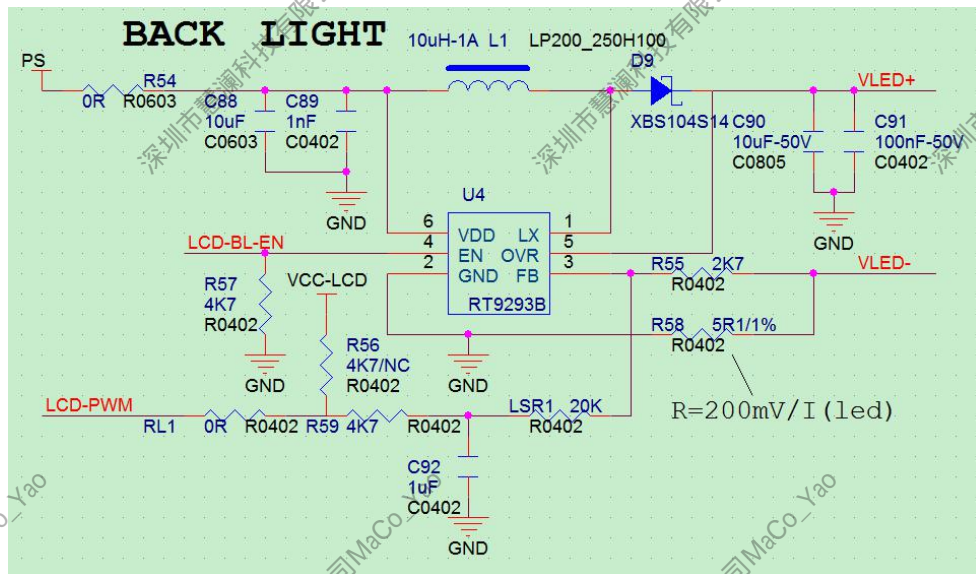

图 2-54 LCD 背光电路设计
- 需在原理图中标注清楚 LVDS、MIPI-DSI 信号线的走线阻抗要求，以便 PCB layout 设计，如图 2-54 所示：